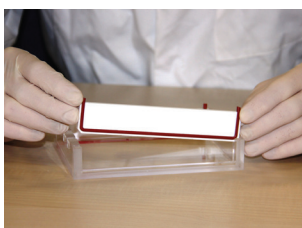

Abb. 1
- Setzen Sie die Gießsperrn in die dafür vorgesehenen Schlitze in der Gelgießschale ein, wobei die Silikongummidichtungen nach außen zeigen (Abb. 1).